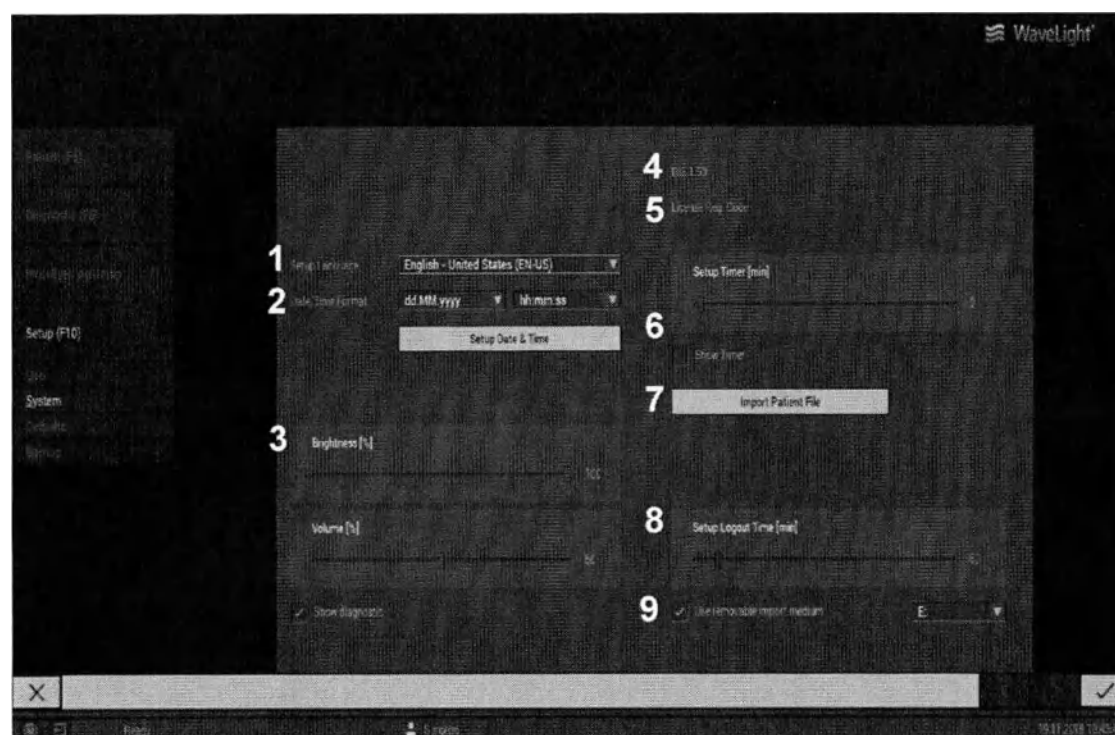

Рисунок 156. Окно системных настроек
- «Портальное программное обеспечение базы данных» имеет «Таймер», который можно включать и выключать при помощи флажка «Показать таймер» (см. рисунок 156 «Окно системных », с. 237). При помощи полосы прокрутки вы можете настроить время обратного отчета в минутах по умолчанию.